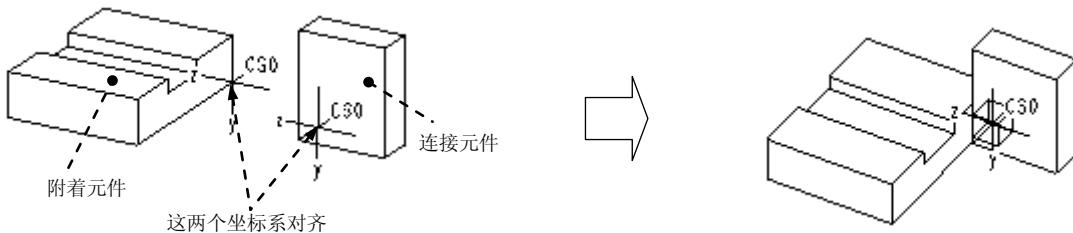

图 12.2.9 焊缝 (Weld) 接头
焊缝接头如图 12.2.9 所示，它将两个元件粘接在一起。在这种类型的接头中，连接元件和附着元件间没有任何相对运动。
(1) 在约束集选项列表中选取  焊缝 选项，此时系统弹出装配操控板。
(2) 单击操控板菜单中的  放置 按钮。
(3) 定义“坐标系”约束。分别选取图 12.2.9 中的两个 CSO 坐标系。